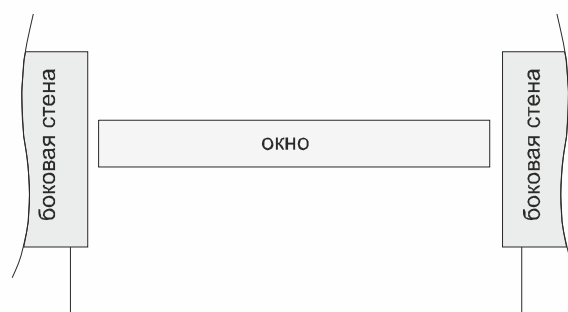

Рис. 2
- без четверти (см. Рис. 2 – на рисунке вид сверху)